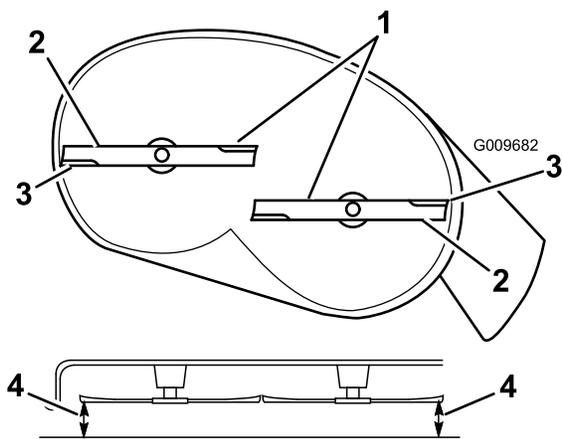

Figure 47
- Faites pivoter les lames avec précaution pour qu'elles soient toutes parallèles (Figure 47).
- Mesurez la distance entre les tranchants extérieurs et le sol plat (Figure 47). Si les deux mesures diffèrent de plus de 5 mm (3/16"), un réglage s'impose. Poursuivez la procédure.